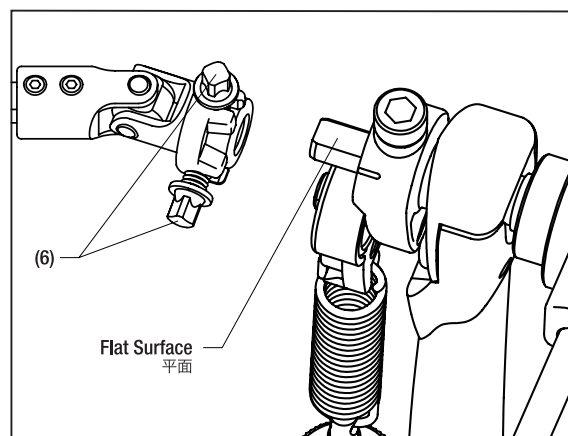
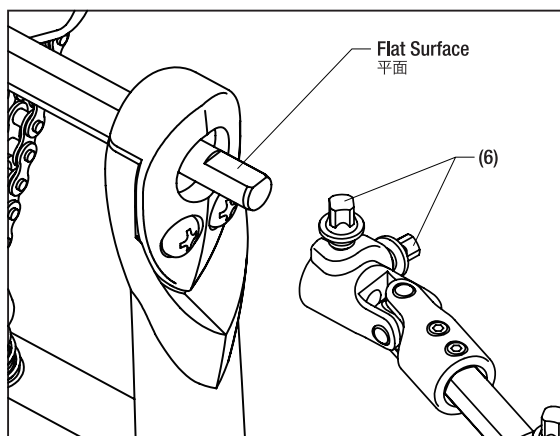

Fig.8a (図8a)
Fig.8b (図8b)
Attach the Connecting Rod to the left and right pedal cam shafts. To the right pedal (as seen by the player), attach the cam shaft so that the square-headed bolts (6) at the end of the Connecting Rod are positioned as shown in Fig.8a, and use the Drum Hammer to tighten the bolts. In the same way, fasten the rod to the cam shaft for the left pedal (Fig.8b). When the assembly is done, adjust the distance between the left and right pedals. Loosen the square-headed bolt (7) with a Drum Hammer, and adjust the Connecting Rod to a desired length. Once the desired position is determined, tighten the square-headed bolt A to secure it.
コネクティングロッドを左右のペダルのカムシャフトに取り付けます。奏者側に向かって右のペダルには、コネクティングロッド端の角頭ボルト(6)が(図8a)のような位置関係でカムシャフトに付くよう取り付け、ボルトをドラムハンマーで固定してください。左側のペダルも同様にカムシャフトとロッドを固定してください(図8b)。組立が終わったら、左右のペダルの間隔を調整します。角頭ボルト(7)をドラムハンマーで緩め、コネクティングロッドを好みの長さに調整してください。好みの位置が決まったら角頭ボルト(7)を締めて固定します。